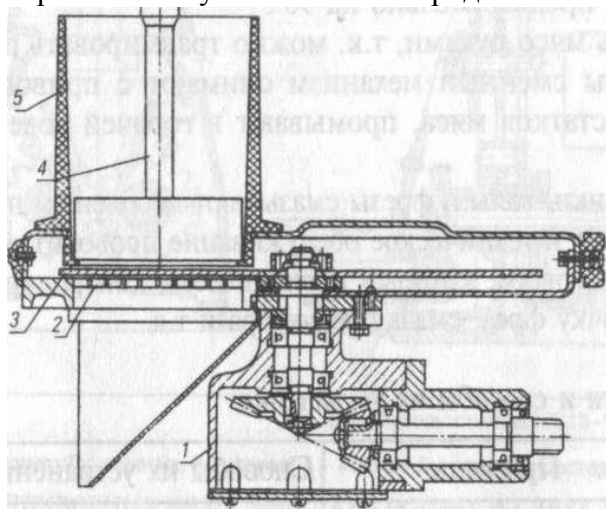

Рис. 2-7. Механизм для нарезки вареных овощей МС18-160.
4. Механизм для нарезки вареных овощей МС18-160 (рис. 2.7)